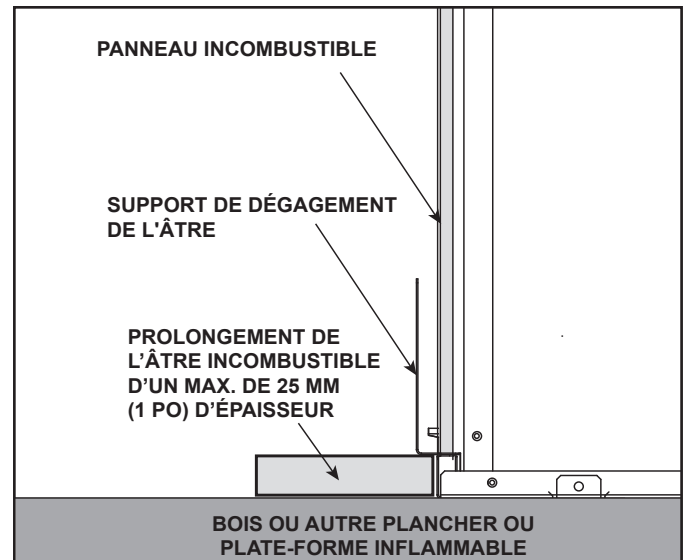

Figure 3.11 Appareil installé sur une surface inflammable
- La base du foyer peut reposer sur une surface inflammable. Voir la figure 3.11. La zone avant de l'appareil doit être protégée par un prolongement de l'âtre incombustible, sauf si l'appareil est surélevé d'au moins 76 mm (3 po) au-dessus du plancher ou de l'âtre inflammable. Voir les figures 3.11 et 3.12.
- Si un âtre plus épais que 25 mm (1 po) est désiré, l'appareil doit être surélevé d'une hauteur équivalente afin d'assurer que le prolongement de l'âtre n'interfère pas avec l'installation du panneau de verre fixe. Voir la figure 3.11.